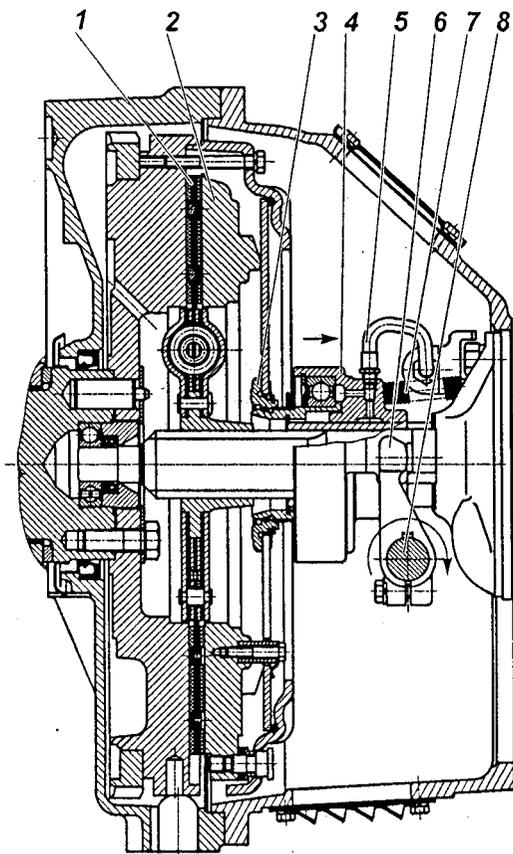
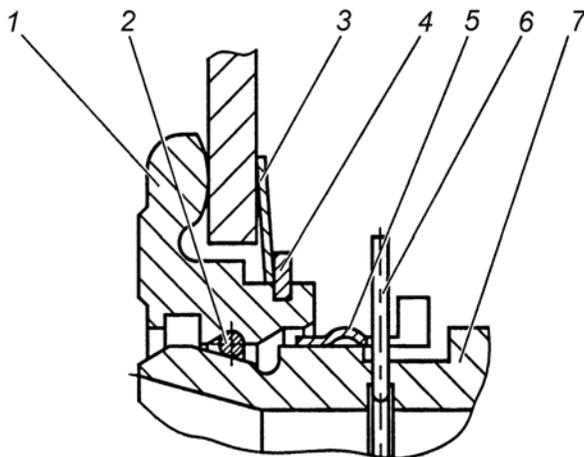

Рис. 106. Сцепление модели ЯМЗ-182:
Рис. 108. Запорное устройство:
Диафрагменное сцепление модели 182 (рис. 106) состоит из ведущих и ведомых частей, а также деталей механизма выключения сцепления, устанавливаемых в картер сцепления.
Механизм выключения сцепления состоит из муфты 4 (рис. 106) с подшипником, вилки 6 и валика 8. Муфта соединена через упорное кольцо 3 с диафрагменной пружиной с помощью запорного устройства.
Оттяжная пружина 7 (рис.106) исключает проворот и осевые перемещения втулки 7 (рис. 108) относительно упорного кольца 1 (рис. 108). По мере износа фрикционных накладок муфта выключения сцепления 4 (рис. 106) перемещается вместе с пружиной в сторону маховика, при этом конструкция привода выключения сцепления автомобиля или другого транспортного средства обеспечивает поворот вилки 6 (рис. 106) по часовой стрелке после выбора зазора между лапками вилки и муфтой за счет периодической регулировки привода или постепенный поворот за счет конструкции гидропривода.
Конструкция запорного устройства показана на рис.108. Она включает в себя упорное кольцо 1, втулку подшипника муфты 7 с фасонной канавкой, пружинное кольцо 2 круглого сечения, а также замковое кольцо 5. Упорное кольцо 1 устанавливается на диафрагменную пружину при сборке нажимного диска с кожухом и удерживается за счет пружинной шайбы 3 и стопорного кольца 4. На рисунке муфта заперта (соединена) с упорным кольцом. Внутри втулки подшипника муфты 7 установлено предохранительное кольцо 6, имеющее снаружи
Выключение сцепления обеспечивается поворотом вала по часовой стрелке. Допустимое направление перемещения муфты и поворота вала для выключения сцепления показано на рис. 106 стрелками. Перемещение муфты и поворот вала в обратном направлении не допустимо.
- 5 С помощью специальной оправки сцентрировать кольцо 3 (рис. 106) относительно оси коленчатого вала двигателя.
- 2 Убедиться что муфта выключения сцепления отведена до упора в крышку подшипника первичного вала коробки передач пружиной 7 рис. 106.
Проверка качества установки сцепления (отсутствие "ведения", контроль величины крутящего момента на валу вилки) осуществляется на неработающем двигателе. Для этого необходимо повернуть вал вилки на угол $9^{\circ}30' \dots 11^{\circ}$ по часовой стрелке, что соответствует перемещению муфты на 11...13 мм от двигателя. При этом выходной вал коробки передач, при включенной передаче, должен вращаться при приложении крутящего момента не более 5 Н·м (0,5 кгс·м). Поворот вала вилки выключения сцепления по часовой стрелке показан на рис. 106.
- 4 Совместить полукруглый паз на муфте выключения сцепления в передней ее части с выступающим усом предохранительного кольца 6 (рис. 108) и, утопив его каким-либо предметом, удерживать в утопленном положении через центральное отверстие муфты выключения сцепления.